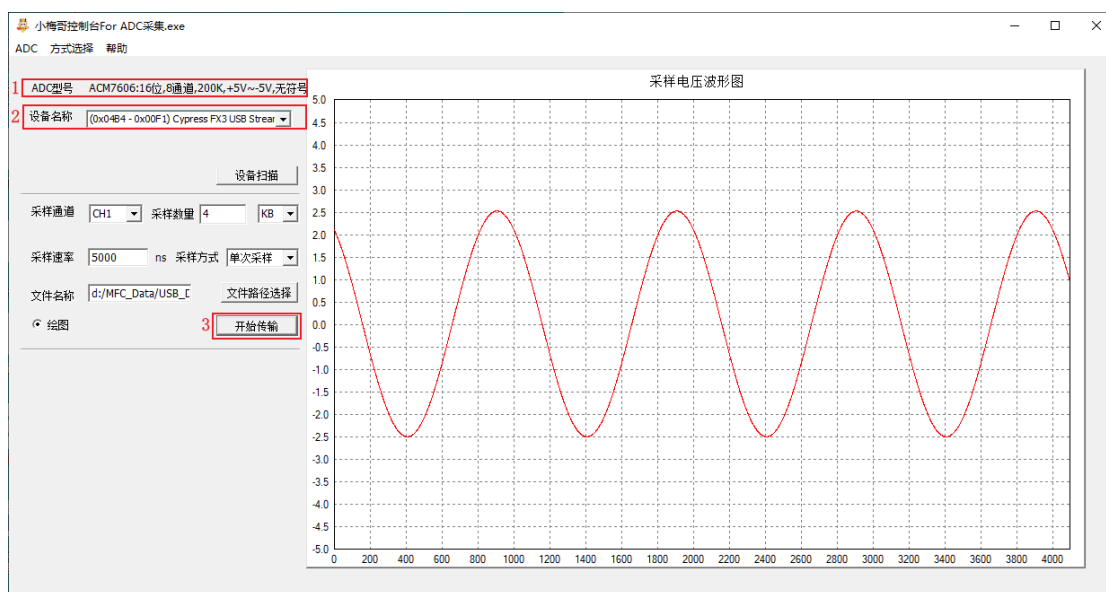

图 1-35 数据采集上位机显示图
4. 点击开始传输之后，可以看到在右边采样电压波形图界面可以直观看波形图，如下图 1-35 所示。需要注意的是波形图的横坐标对应的不是频率，而是采样数量。